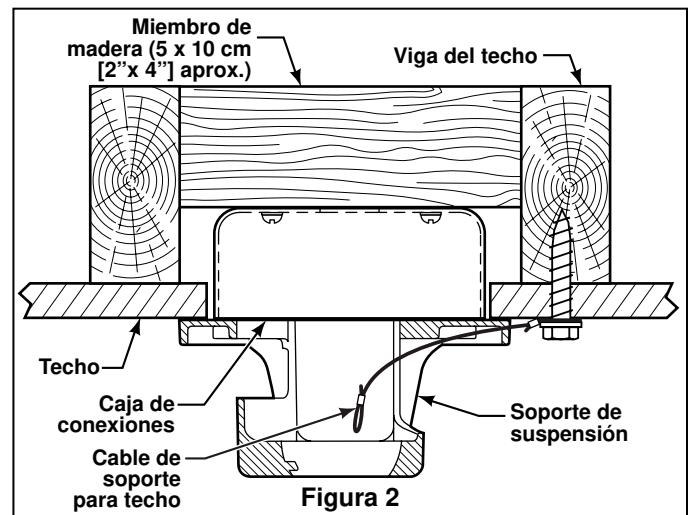

Figura 2
1. Con el tornillo de cabeza cuadrada de  $\frac{3}{8}$ "x2" y la arandela plana, fije el cable de seguridad a la viga del techo o al miembro de madera estructural. El tornillo de cabeza cuadrada debe pasar a través de la arandela plana y el aro del cable de seguridad hacia adentro de la estructura del edificio (Figura 2). Primero taladre un orificio guía de 0,6 cm ( $\frac{1}{4}$ " en la estructura del edificio para prevenir roturas o rajaduras.
**NOTA:** el cable de soporte para techo no se puede asegurar solamente a la caja de conexiones; se debe asegurar directamente a la viga de techo o miembro estructural con el tornillo de cabeza cuadrada de  $\frac{3}{8}$ "x2" y la arandela plana. (Figura 2)
2. Ajuste bien la cubierta del capuchón al soporte de suspensión con las arandelas de seguridad y las perillas estriadas suministradas con el ventilador (Figura 2).
4. Ajuste los tornillos con el destornillador suministrado; no ajuste por completo. (Figura 2)
2. Asegure la decoración redonda de cristal para el colocador de la iluminación utilizando la tuerca suministrado. A continuación, instale la carcasa elegante seguido del elemento final. No apriete en exceso. (Figura 2)
2. Verifique el funcionamiento del ventilador tirando levemente de la cadena de encendido/apagado para el control de la velocidad. (Figura 2)